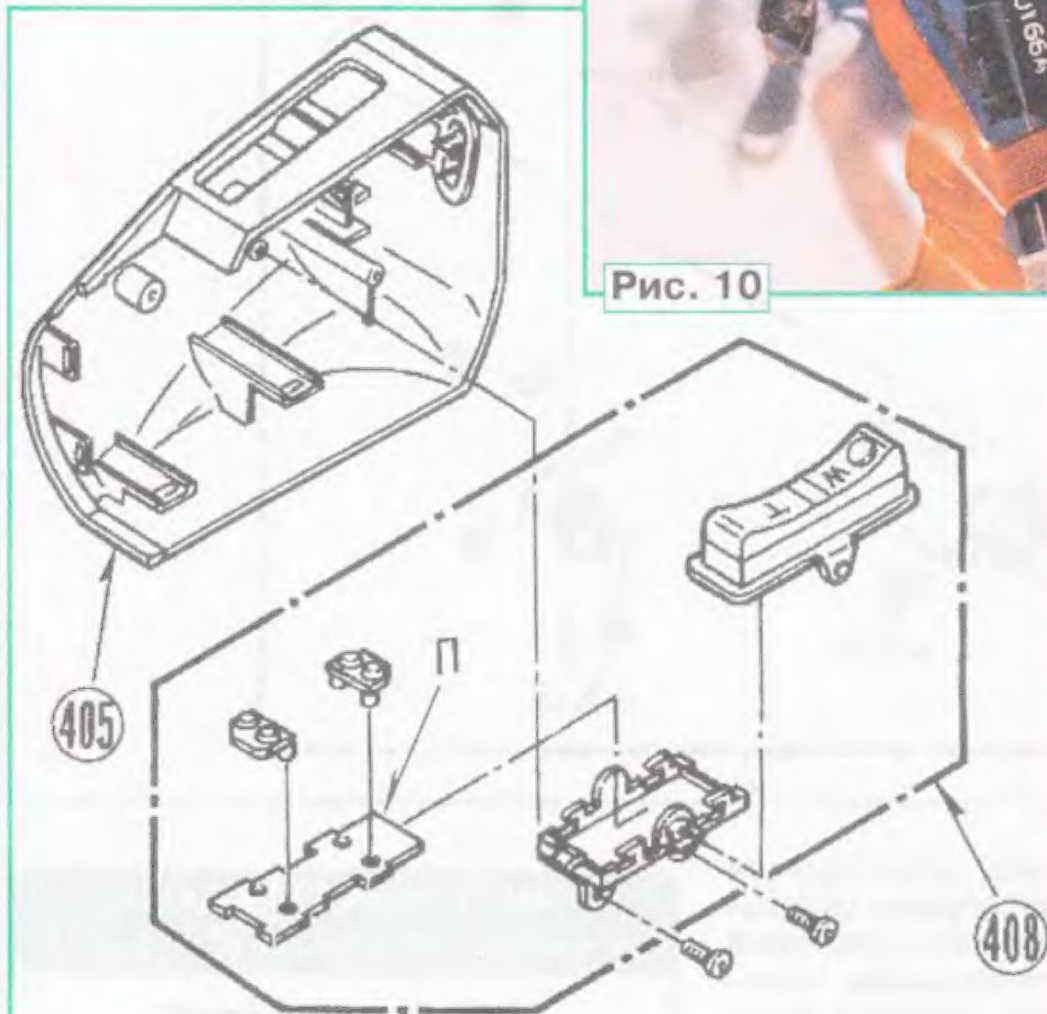

Рис. 11
Иногда причиной отказа трансфокатора бывает поломка пластины, находящейся под тангентой трансфокатора W/T (WIDE — удаление объекта съёмки, TELE — приближение). На **рис. 11** представлен фрагмент сборочного чертежа видеокамер NV-MS4/M9000/M9900, на котором отмечены рукоятка оператора 405 — Part No — VK4795, GRIP CASE (1) U. —, узел тангенты трансфокатора W/T 408 — Part No — VXU1120, ZOOM BUTTON (1) U. — и пластина трансфокатора П, не имеющая отдельного Part No. Пластина изготовлена из